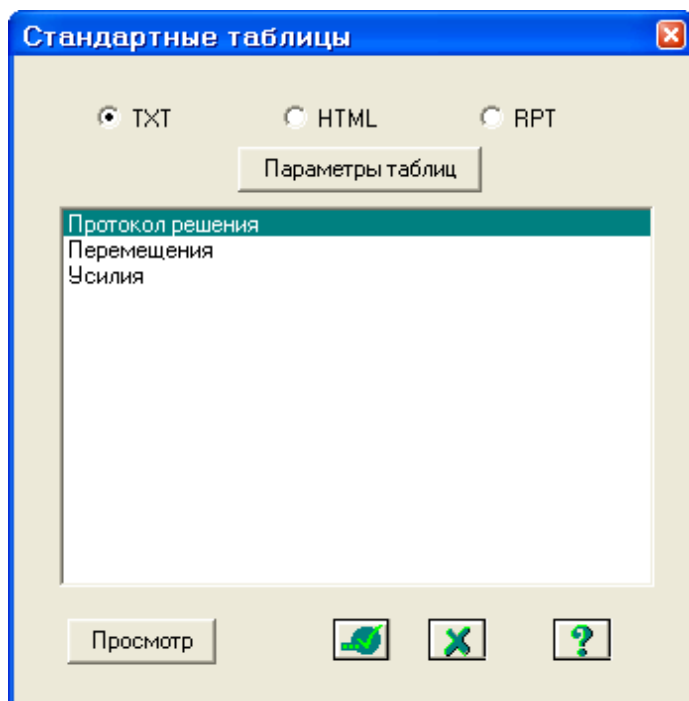

Рис.8.26. Диалоговое окно Стандартные таблицы
- После этого в диалоговом окне **Стандартные таблицы** (рис.8.26) выделите строку **Протокол решения**.